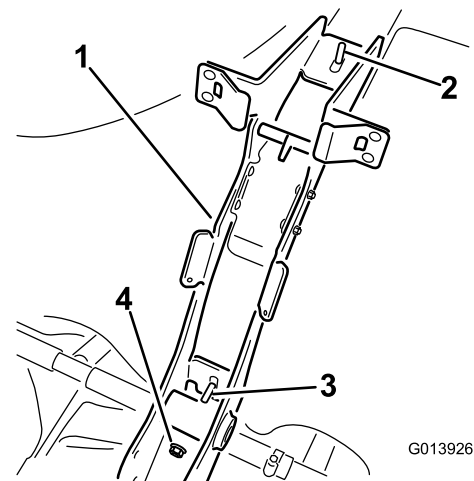

Figura 7
4. Instale una contratuerca sobre el perno expuesto inferior que atraviesa el bastidor para sujetarlo al fleje del depósito (Figura 7).